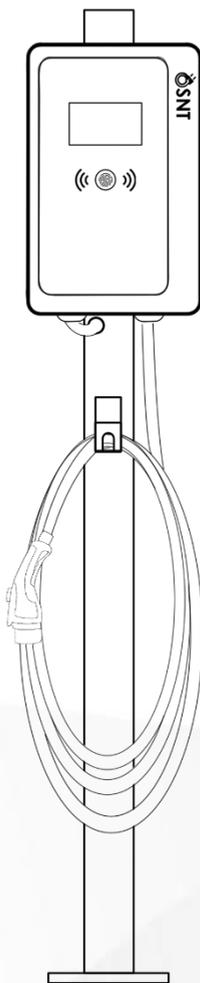

Fig.9
- b. Après l'installation, le résultat est comme ci-dessous : Fig.9